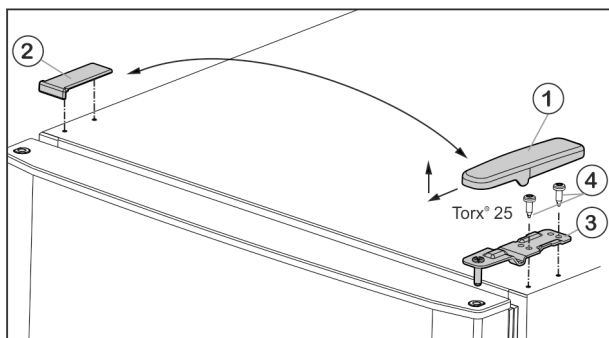

Fig. 5
- ▶ Изтеглете покритието Fig. 5 (1) напред и нагоре.
- ▶ Свалете покритието Fig. 5 (2).
- ▶ Развийте горната лагерна стойка Fig. 5 (3) с (2 x Torx® 25) Fig. 5 (4) и издърпайте нагоре.
- ▶ Поставете горната лагерна опора Fig. 5 (3) върху новата страна на шарнира във вратата.
- ▶ Затегнете горната лагерна опора **здрово (с 4 Nm)** (2 x Torx® 25) Fig. 5 (4). Евентуално използвайте акумулаторна отвертка.
- ▶ Поставете капака Fig. 5 (1) от срещуположната страна отвън и го фиксирайте.
- ▶ Поставете капака Fig. 5 (2) също от срещуположната страна отгоре и го фиксирайте.